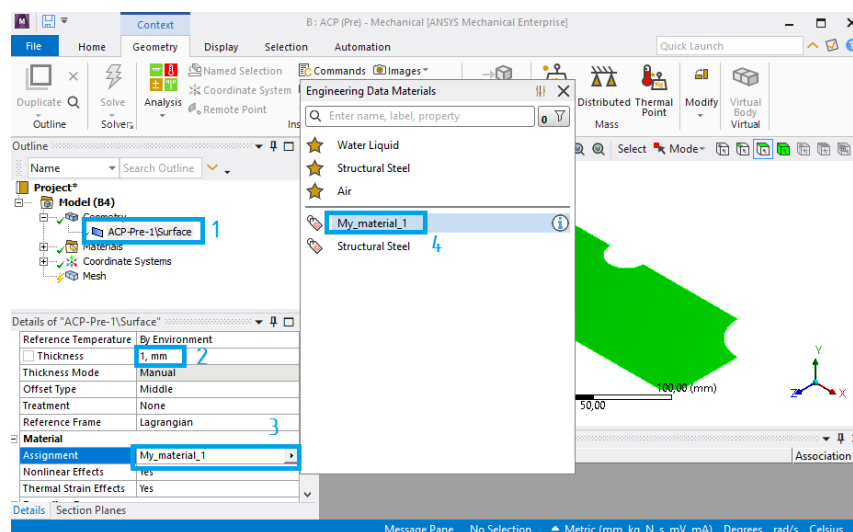

Рис. 19. Присвоение созданного материала
13. Выделяем **ACP-Pre-1\Surface**  (1) и в появившемся слева окне задаем толщину оболочки (2), равную 1 мм, и в строке выбора материала (3) выбираем созданный нами композитный материал (4) (рис. 19).